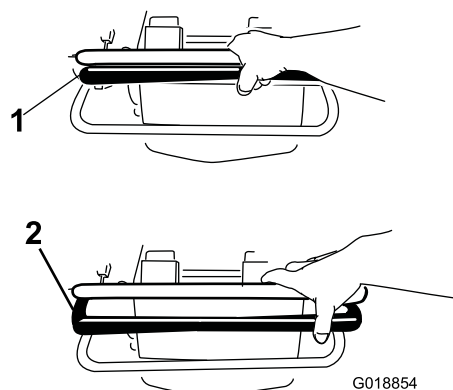

Рисунок 15
- Чтобы двигаться вперед, нажмите штангу управления движением вперед (Рисунок 15). Отрегулируйте скорость с помощью рычага дроссельной заслонки.
- Для остановки машины отпустите штангу управления тягой (Рисунок 15).